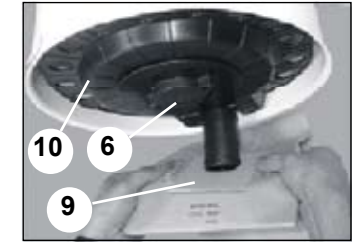

Fig. 5
Byte av damppåse och service av filter om monteringsats för damppåse används (fig. 5): Ta loss damppåsen (9), öppna fästmuttern (6) under filtret, ta bort stödet för damppåsen (10) och lösgör filtret (se punkt Filterservice).